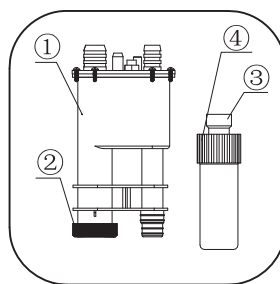

图 1
(1) 如图1先检查水封零部件是否完整齐全
- ① 水封组件(已安装好在壁挂炉整机上)
- ② G1水封堵头(已安装好在壁挂炉整机上)
- ③ 加长水封内管
- ④ 加长水封外管